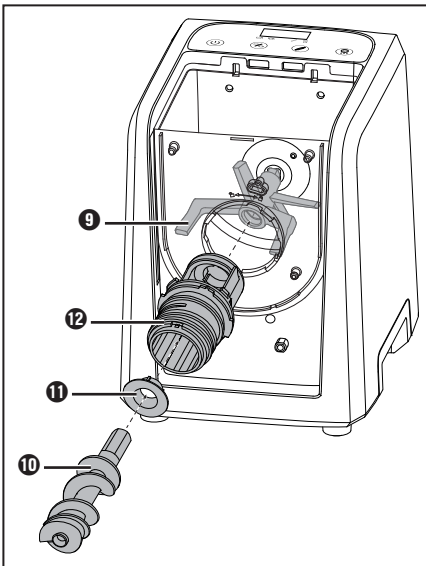
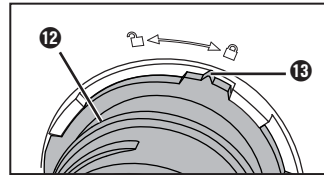

Fig. 3
Fig. 4
- 4) Monte o apoio 11 na extremidade do suporte 12, de forma que os três ressalto existentes no apoio 11 fiquem inseridos nos recessos existentes no suporte 12 (Fig. 3).
- 5) Monte o suporte 12 no recipiente para massa 15. Para tal, desloque a extremidade estreita do suporte 12 através da abertura redonda do recipiente para massa 15 (Fig. 3). O suporte 12 só cabe na abertura numa das posições. A marcação 13 fica então apontada para o símbolo no recipiente para massa 15. Rode o suporte 12 para a direita, até a marcação 13 no suporte 12 ficar apontada para o símbolo (Fig. 4):
- 6) Instale então o batedor de massa 10 com a extremidade estreita através do suporte 12 no alojamento do amassador 9 (Fig. 3). Se necessário, agarre o recipiente para massa 15 e mova ligeiramente o amassador 9, até conseguir inserir o batedor de massa 10.